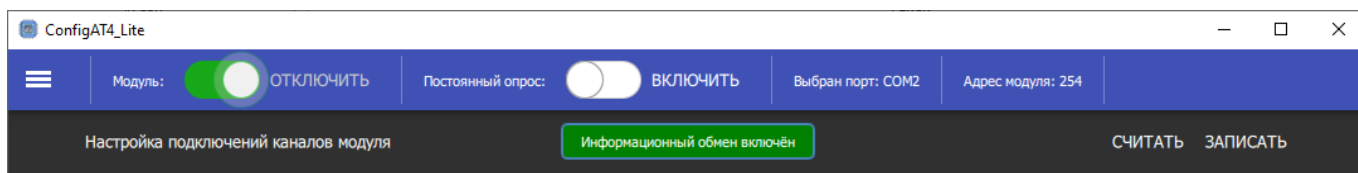

Рисунок 5.5 – Подключение модуля
- 5) Переведите переключатель «Модуль» в правое положение «ПОДКЛЮЧИТЬ» (см. рисунок 5.5). При этом в верхней части окна отобразится всплывающее уведомление «Модуль успешно подключён», затем «Информационный обмен включён», а на лицевой панели модуля будет осуществляться индикация наличия информационного обмена по интерфейсу RS485 (светодиодный индикатор «RS-485»).